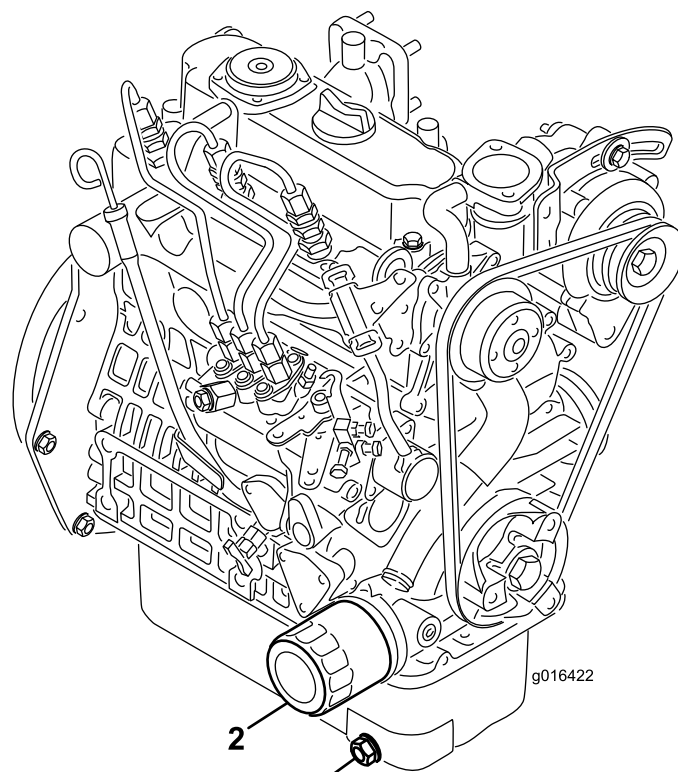

Bild 36
1. Entfernen Sie die Ablassschraube (Bild 36) und lassen Sie das Öl in die Auffangwanne ab. Schrauben Sie die Ablassschraube wieder ein, nachdem das Öl abgelassen ist.